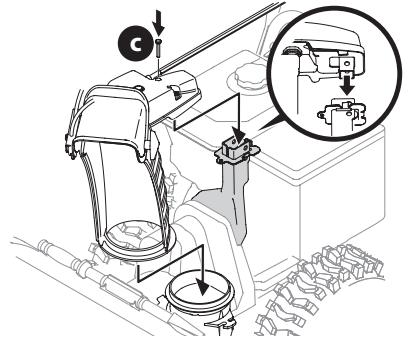
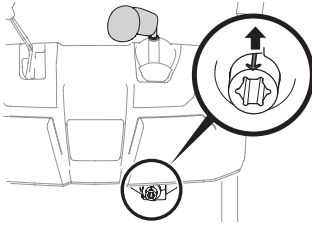

Figure 21
Figure 23
3. Placez la goulotte sur sa base en vous assurant que la tige de commande est placée sous le panneau de la poignée. Insérez le boulon (c) retiré à l'étape 1, mais ne le fixez pas avec l'écrou papillon (ou l'écrou autobloquant, si fourni). Voir Figure 21.
5. Faites pivoter la manette à la position 1 heure (Figure 21) pour que la flèche sur l'engrenage à pignons sous le tableau de commande pointe vers le haut. Voir Figure 23.